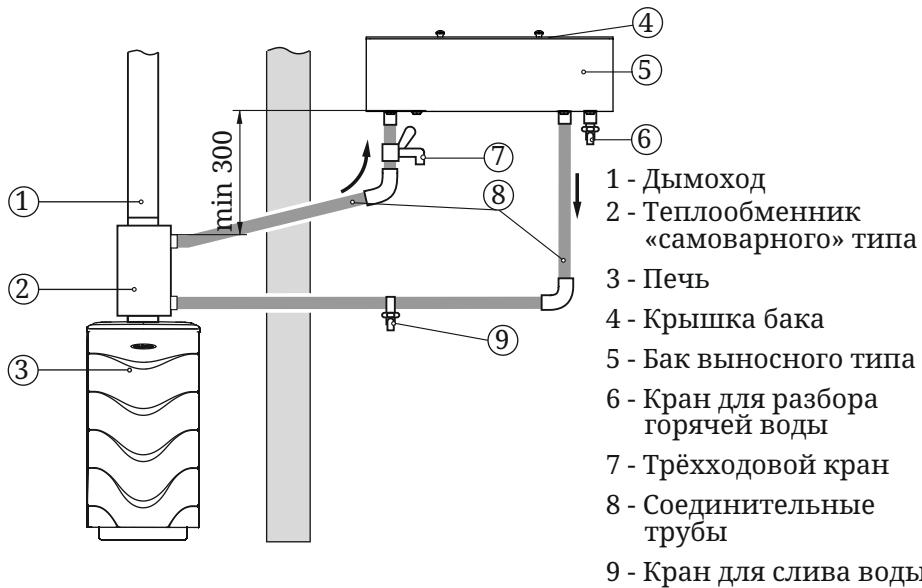

Рисунок 7. Схема монтажа системы водонагрева с использованием теплообменника «самоварного» типа
При необходимости получения горячей воды за более короткий срок, допускается производить разбор воды до ее попадания в бак. Для этого необходимо присоединить трехходовой кран типа «Г» (7) к трубе горячей линии, между верхним штуцером теплообменника и выносным баком в удобном для вас месте (см. рисунок 7).